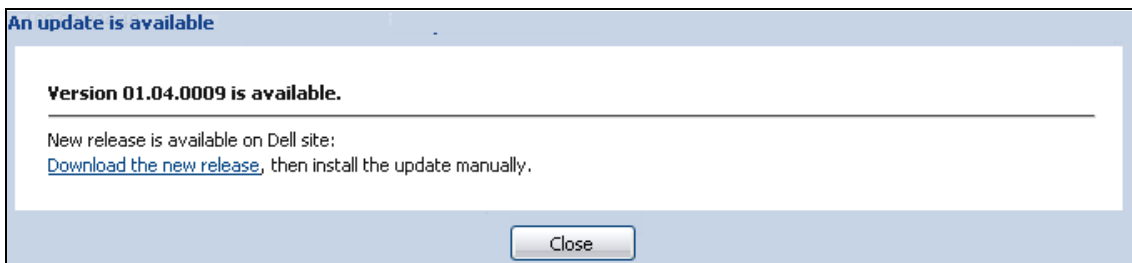

Figura 60. Messaggio di aggiornamento dell'applicazione
- 3 Dal pannello Aggiornamento applicazioni, fare clic su **Aggiorna** (vedere Figura 60).